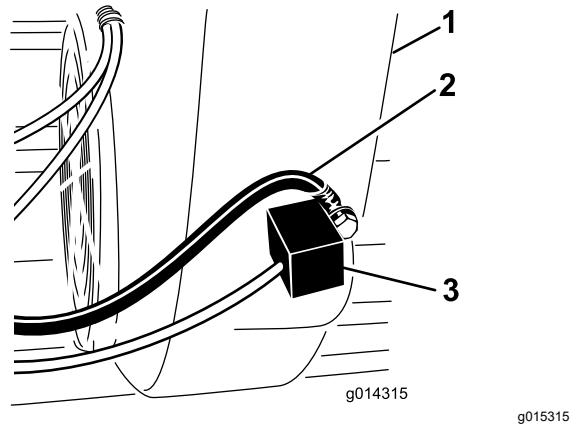

Bild 5
6. Ermitteln Sie das Motorzündungsmodul an der Unterseite der Motorhaube (Bild 5).